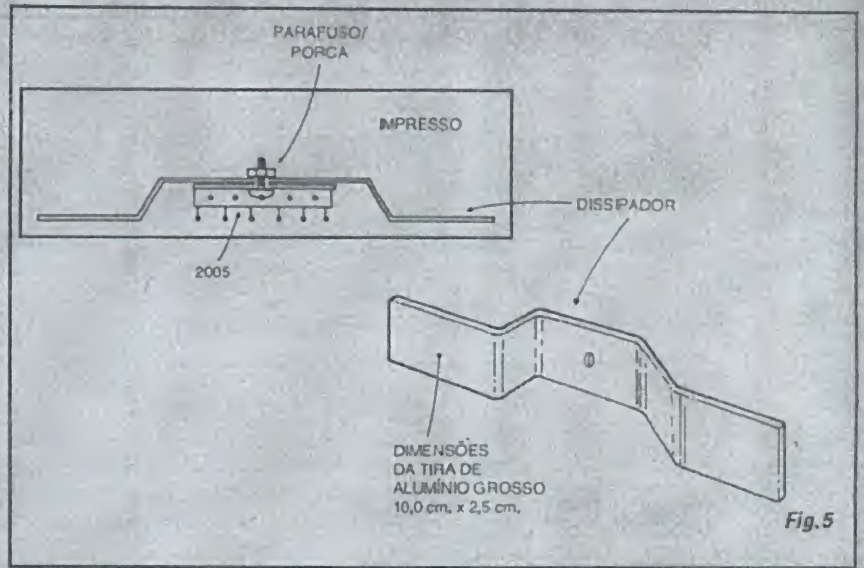

Fig.5
**- FIG. 5 - O DISSIPADOR DO 2005...** - Para manter as proporções gerais, estreitas e alongadas, da montagem, um dissipador de calor de formato especial deverá ser confeccionado (é muito fácil...) pelo Leitor/Hobbysta, conforme orienta a figura... Basta obter uma tira de alumínio não muito fino (cerca de 2 ou 3 mm de espessura constitui uma boa medida...), com dimensões gerais em torno de 10,0 x 2,5 cm (pequenas diferenças nessas medidas não têm importância...). Duas dobras devem ser feitas ao longo da tira (o alumínio é muito maleável, fácil de trabalhar, até com um simples alicate...), de modo a "acomodar" entre elas a própria largura geral do Integrado, com uma certa "folga"... A figura "diz" tudo, ficando o resto por conta do raciocínio de cada um (nada que vá "queimar neurônios" de ninguém...). Um furo deve ser feito no centro da parte que fica entre as dobras, para receber o conjunto parafuso/porca de fixação à lapela metálica do 2005... É importante que o dissipador fique bem solidário com a dita lapela, de modo que o acoplamento térmico seja o mais "estreito" possível, garantindo uma boa transferência do calor entre o componente e o dissipador (e entre este e o ambiente...). Preencher a junção lapela/dissipador com pasta térmica de silicone é uma boa, para que o percurso oferecido ao calor fique ininterrupto e eficiente...